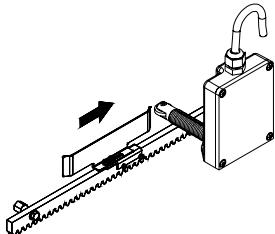

Fig.19
5) Faire glisser la plaque sur la crémaillère dans le sens d'ouverture (Fig. 19). Dès que la led du fin de course d'ouverture présente sur l'armoire électronique s'éteint, faire avancer la plaque d'environ 20-30 mm et la fixer provisoirement sur la crémaillère avec les vis fournies.